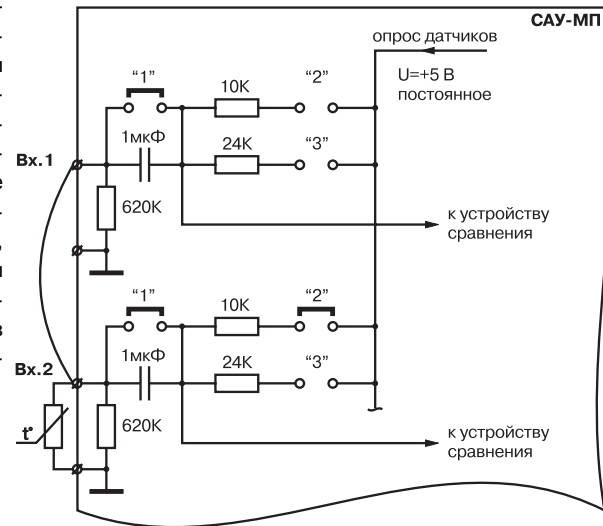

Рис. 9. Параллельное подключение датчика температуры к двум разным входам
3.1.2.7. Допускается подключение одного датчика одновременно к нескольким входам прибора. Например, чтобы установить два уровня температурной защиты: "предупредительный сигнал" и "защитное отключение", можно использовать один и тот же позистор, подключив его к двум разным входам прибора по схеме, указанной на рис. 9, и установив разные значения опорного напряжения для компараторов.